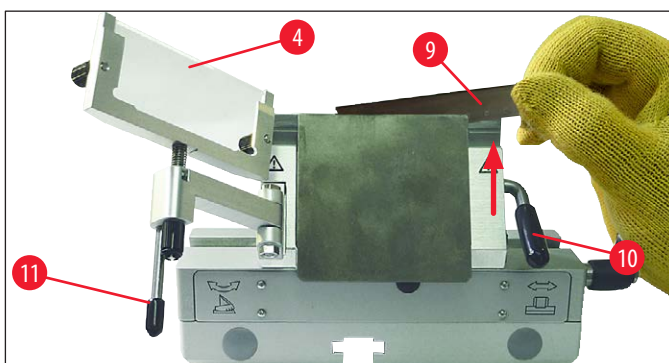

图 31
2. 逆时针转动打开锁杆 (→ 图 31-10)(→ "图 31")。
3. 小心地从上方或从侧面将刀片 (→ 图 31-9) 插入压板和刀托之间。确保插入刀片时刀片居中，并与横档齐平 (参见 (→ "图 31") 中的红色箭头)。